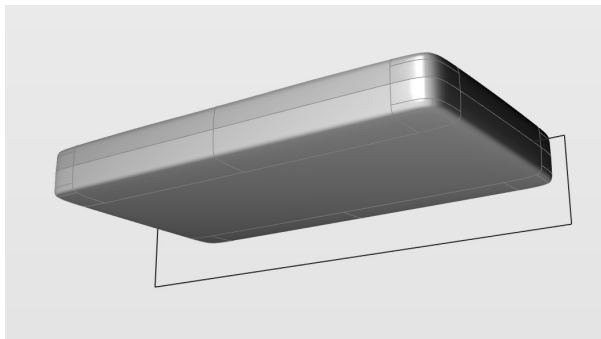

图 7-31 使用矩形修剪 PolyNURBS 曲面
2) 使用“修剪”工具, 以矩形修剪沙发坐垫的 PolyNURBS 曲面, 并在修剪控制面板中设置“结果类型”参数为“曲面”、“修剪类型”参数为“保留二者”, 设置两部分以不同颜色区分, 如图 7-31 所示。